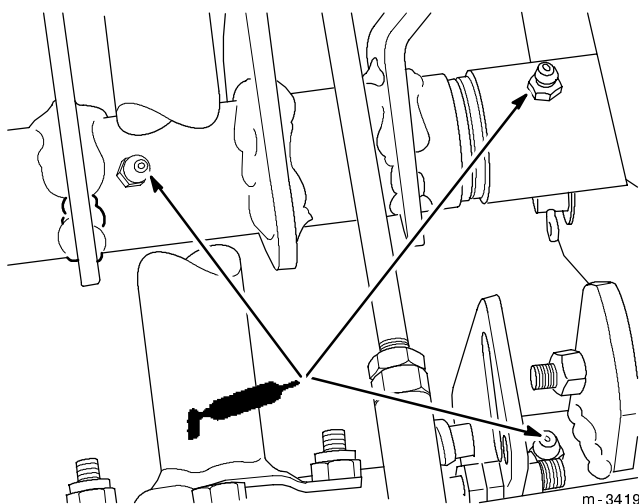

Abbildung 35
4. Die drei Schmiernippel schmieren (Abb. 35).